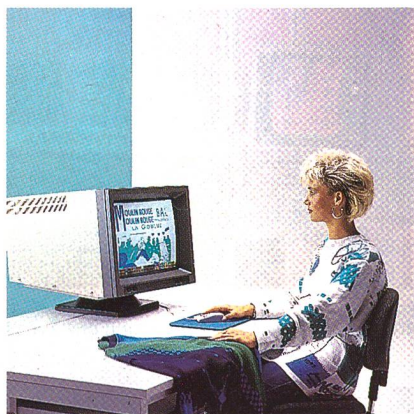

Abb. 12: Die Musterungsanlage MA-7000 mit der Maus als Bedienelement
2. Mit Hilfe der grossen Programmierstation. Die Musterungsanlage MA-7000 (Abb. 12) ist das moderne CAD/CAM-System zur elektronischen Muster- und Programmherstellung und ergänzt den Universal-Flachstrickmaschinenpark in idealer Weise. Sie dient zur perfekten Umsetzung guter Ideen in erfolgreiche Kollektionen. Die Musterungsanlage MA-7000 arbeitet mit komfortabler Klartext-Direktprogrammierung und einer sehr praktischen Men-Technik. Die Anlage verfügt über ein hervorragendes Graphik-Programm zum Zeichnen der Musterideen.